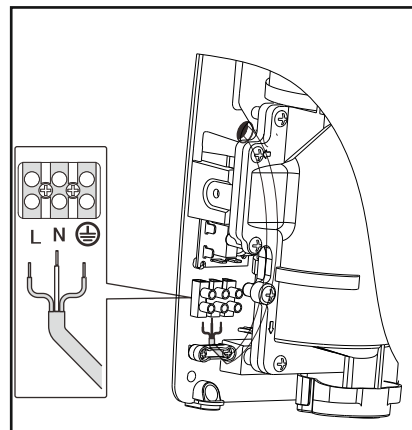

Рисунок 3
5. Установите корпус сушилки в исходное положение и затяните боковые винты (Рис. 3).
6. Подключите штепсельную вилку шнура электропитания к розетке, либо подключите прибор к сети электропитания скрытой электропроводкой (Рис.3):